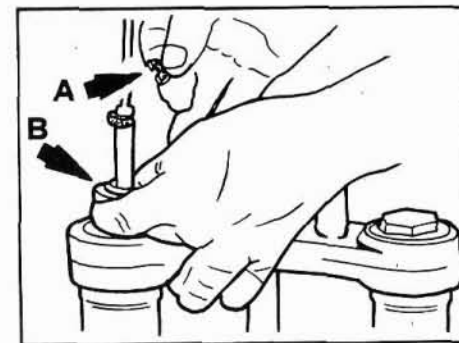

Fig. 21 - Stelo estensione (dx).
- avvitare sulla sommità dell'asta dell'ammortizzatore un perno filettato M4 di lunghezza 500 mm (per non permettere al pompante di cadere all'interno), quindi tirando verso l'alto liberare dal loro fissaggio sull'asta stessa, i due semianelli A e lo scodellino B (Fig. 21).